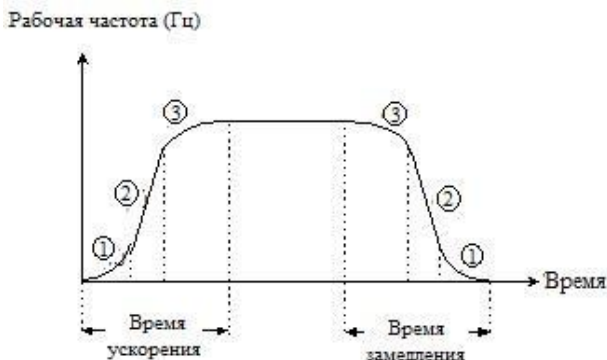

Рисунок 5.1.6 S-кривая ускорения/замедления
- ◆ Процесс запуска S-кривой показан на Рис. 5.1.6 как «①», где скорость изменения выходной частоты увеличивается от 0.
- ◆ Процесс нарастания S-кривой показан на Рис. 5.1.6 как «②», где скорость изменения выходной частоты постоянна.
- ◆ Завершающий процесс S-кривой показан на Рис. 5.1.6 как «③», где скорость изменения выходной частоты уменьшается до нуля.